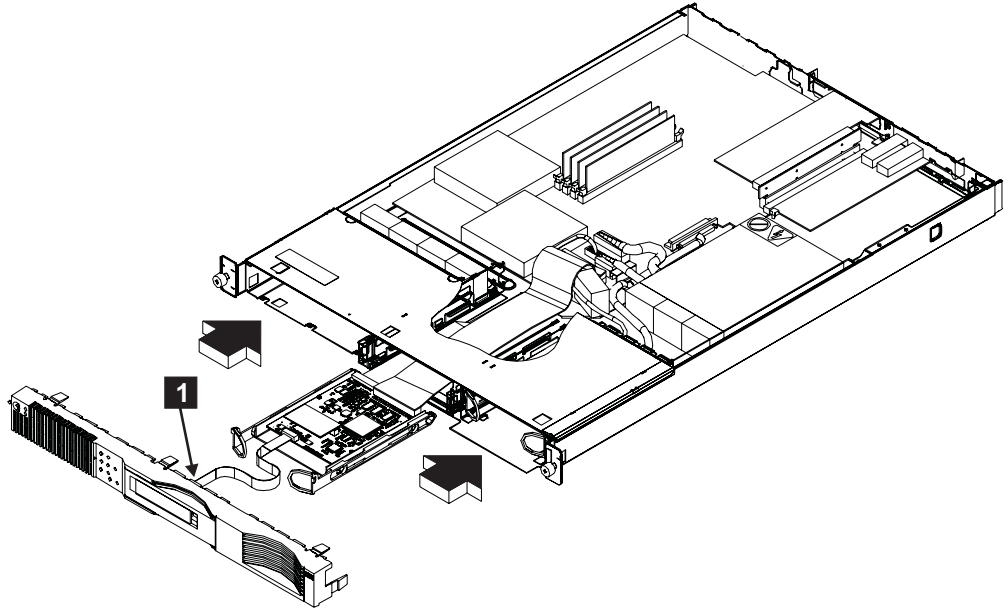

図 59. SAN ボリューム・コントローラー 2145-4F2 のフロント・パネルの交換
1. ケーブル **1** をフロント・パネルに接続します。84 ページの図 59 を参照してください。